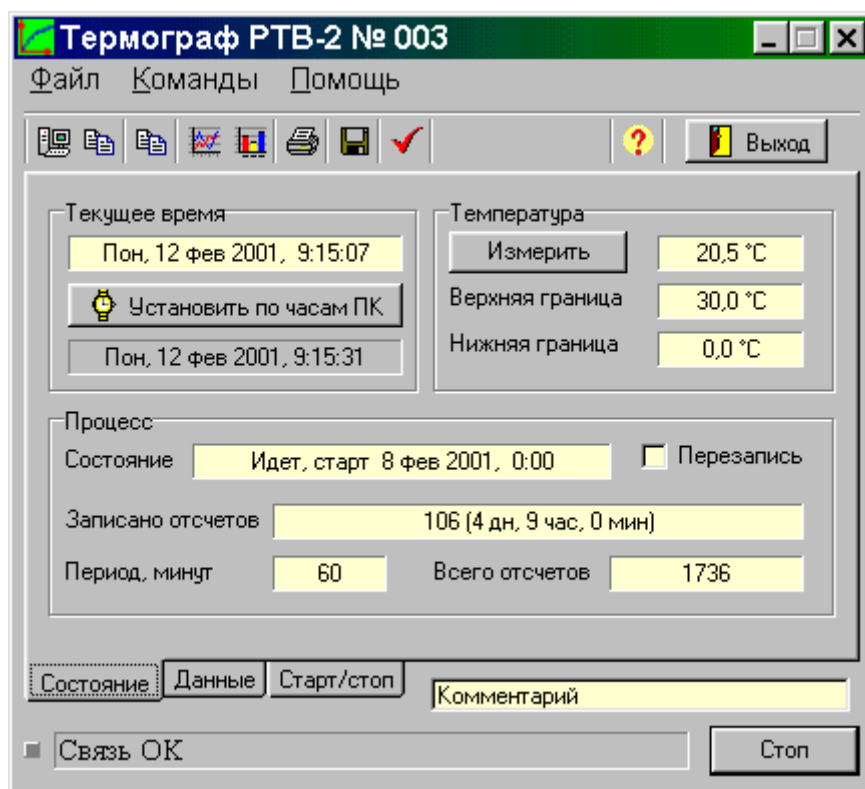
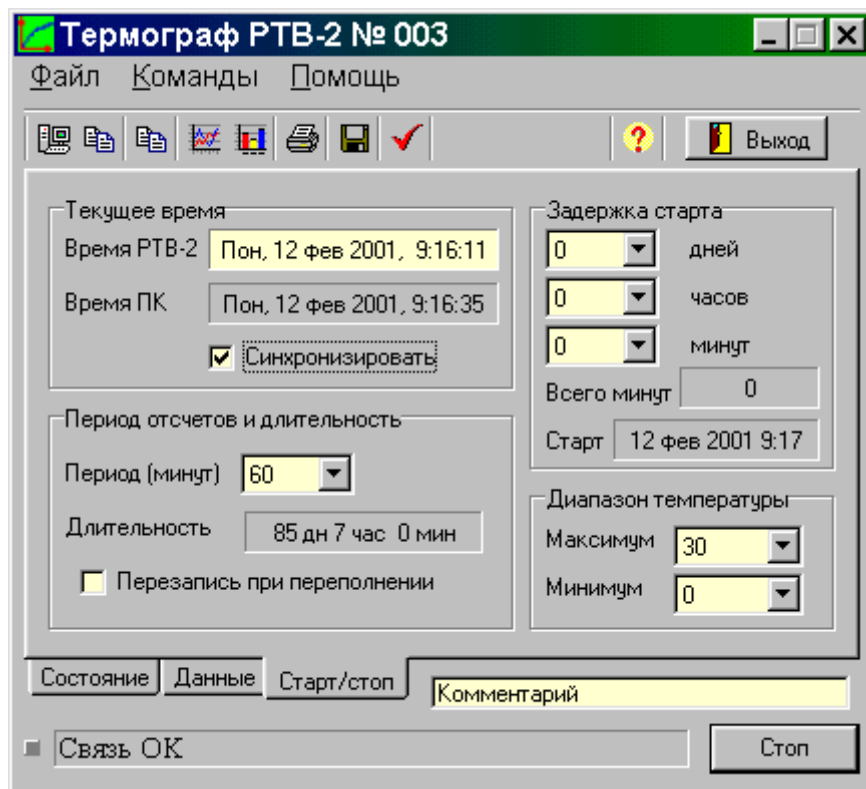

Рис. 4.2. Главное окно управляющей программы, вкладка «Состояние».
Рис. 4.4. Главное окно управляющей программы, вкладка «Старт/стоп».
4.4. Управляющая программа запускается на компьютере Pentium с подключенным к нему считывателем. При запуске появляется главное окно программы (см. рисунок 4.2), далее пользователь может открыть окно с графиком временной зависимости, с гистограммой распределения температуры, окно выбора принтера, окно предварительного просмотра перед печатью, окно настройки параметров. Данные могут быть сохранены на диске компьютера с примечанием пользователя, распечатаны на любом принтере, переданы для обработки в любую программу Windows-7/8/XP.
4.4.4. На вкладке «Старт / стоп» (см. рисунок 4.4) выводятся информация и элементы управления, необходимые для запуска регистратора в работу:
6.2.1. Для запуска управляющей программы на ПК типа Pentium нажмите кнопку «Пуск», выберите в появившемся меню пункт «Программы», затем «РТВ-2». Появится главное окно программы (см. рисунок 4.2). Вместо меню кнопки «Пуск» можно запустить программу с рабочего стола компьютера, воспользовавшись пиктограммой РТВ-2 на рабочем столе.
- Выбрать вкладку «Старт/стоп» (см. рисунок 4.4).
6.2.4. Для остановки идущего процесса необходимо выбрать вкладку «Состояние» (рисунок 4.2) или «Старт / стоп» (рисунок 4.4) и нажать на кнопку «Стоп» в нижней части окна.